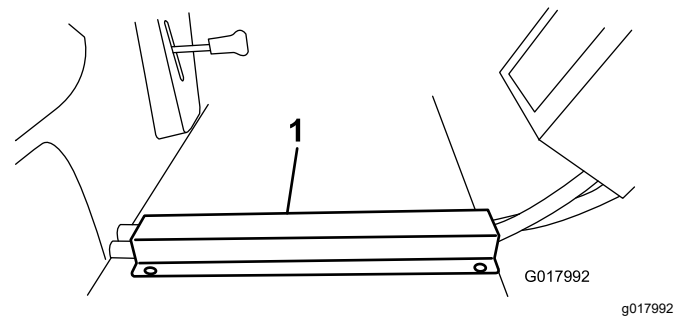

Bild 36
3. Setzen Sie den Schlauchkanal über die Schläuche am Fahrzeugboden und fluchten Sie die vordere Kante mit der Vorderkante des Fahrzeugbodens aus. Markieren und bohren Sie Löcher in den Fahrzeugboden und setzen Sie Blechschrauben ein (Bild 36).